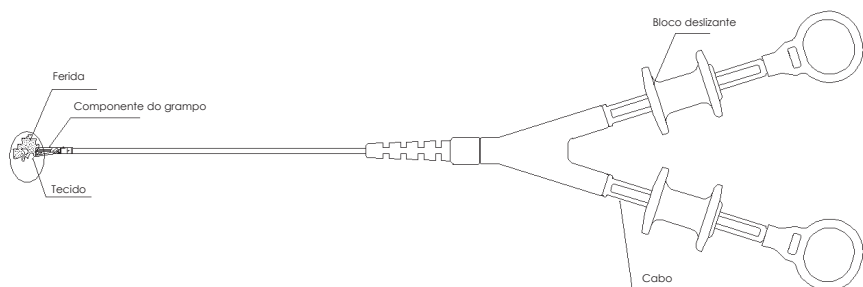

Fig 5 Tecido de tração
5. Mova o tecido da ferida para o outro lado da ferida por meio do endoscópio. Neste momento, o cabo que controla o fechamento do grampo permanece fechado (como mostrado na Fig. 5).